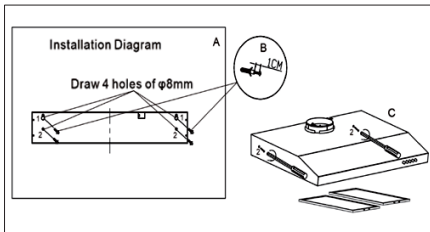

Fig. 8
Pemasangan pada dinding (Fig. 8)
- Masukkan baut ke lubang 1, sisakan jarak 1 cm dari dinding. (Fig.8 B)
- Pasang tudung hisap pada dinding dan pastikan lubang sudah sesuai dengan lubang baut 1. (Fig. 8)